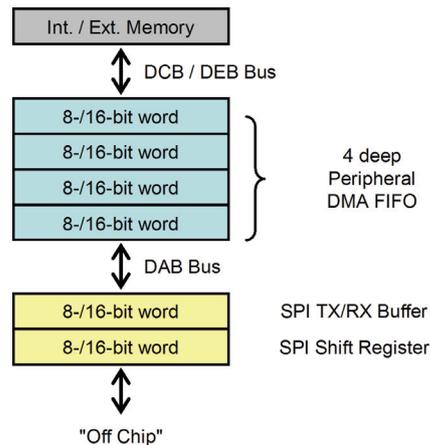

図 10. SPI DMA FIFO/バスの構造
**i** SPI DMA 転送の全 FIFO の深さ = 6: DMA ペリフェラル (SPI) FIFO (4 個の 16/8 ビット・ワード) + SPI\_TDBR/SPI\_RDBR + SPI インターフェース・シフト・レジスタ。図 10 を参照してください。